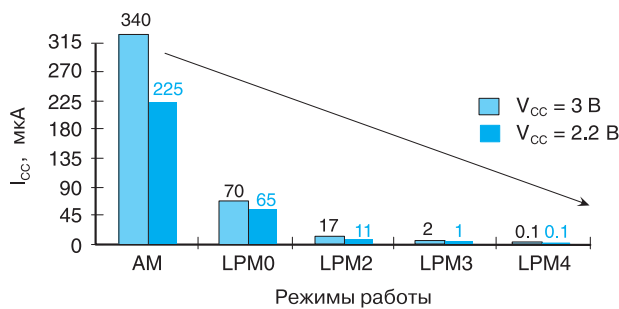

Рис. 3. Диаграмма зависимости тока потребления MSP430F13x/14x от режима работы и напряжения питания
В микроконтроллерах MSP430F заложены шесть режимов работы: активный (AM) и пять энергосберегающих LPM0...LPM4 (Lower Power Mode). Выбор режимов работы микроконтроллера осуществляется программно (разряды CPUOff, OSCOff, SCG0, SCG1 в регистре состояния процессорного ядра). На рис. 3 приведена диаграмма зависимости тока потребления микроконтроллеров MSP430F13x/14x от режима работы и напряжения питания [4].